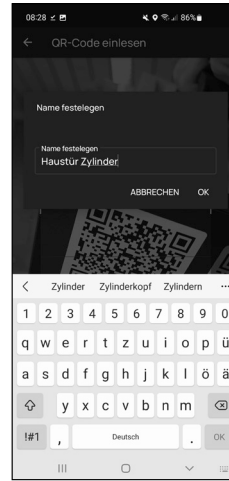

Abb. 6
- In dem darauffolgenden Fenster werden Sie nach einem Namen für den Zylinder gefragt. Bei der Verwendung mehrerer Zylinder und secuENTRY-Komponenten ist es zu empfehlen, den Zylinder so zu benennen, dass Sie direkt erkennen können, worum es sich handelt und wo sich der Zylinder befindet bzw. angebracht ist. Im Beispiel dieser Anleitung wird der Zylinder mit „Haustür Zylinder“ betitelt. Bestätigen Sie den Namen mit „OK“ (Abb. 6).